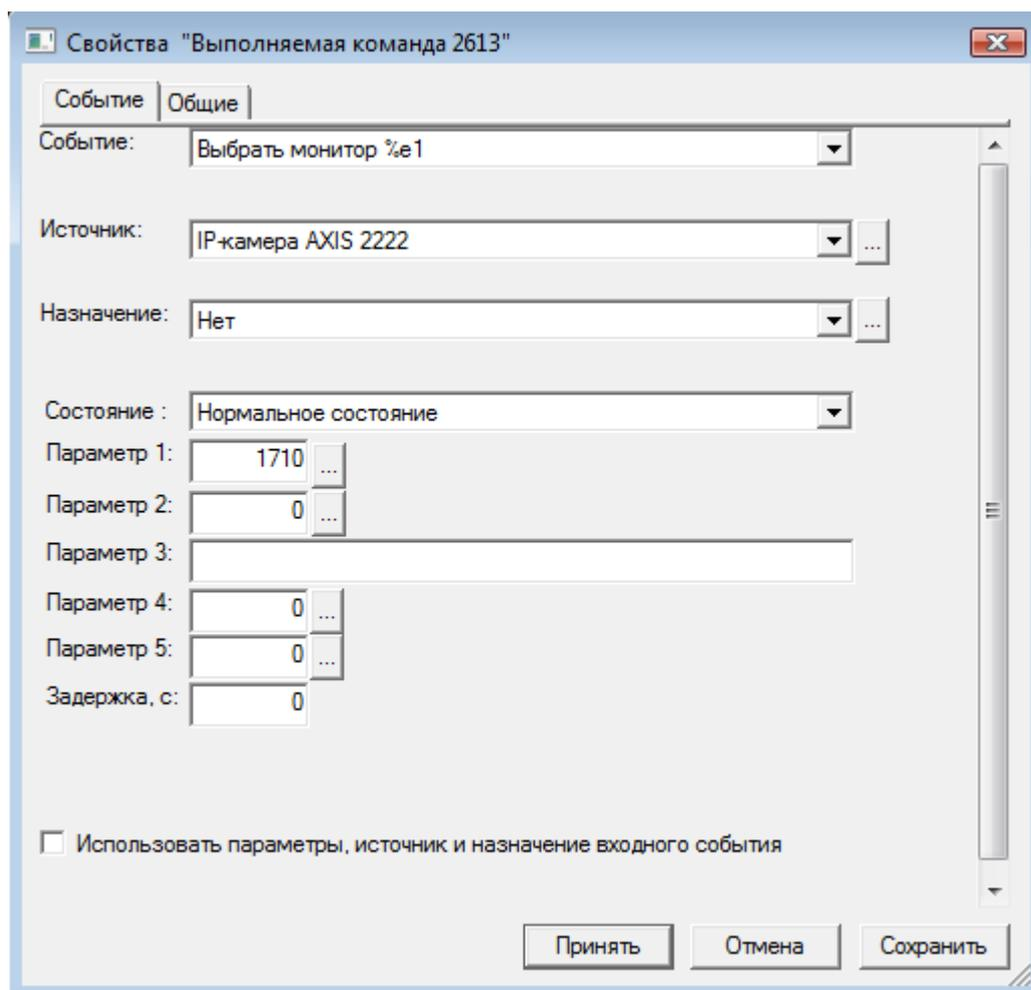

Рисунок 5 — Добавление **Выполняемой команды**
- Для **Выполняемой команды** - в списке **Событие** выберите необходимую команду (рисунок 5). Поля, присутствующие на этой вкладке, аналогичны полям на вкладке **Входного события**. Флаг **Использовать параметры, источник и назначение входного события** позволяет настроить ЗАУ таким образом, что при срабатывании входного условия в систему будет отправлено событие, содержание которого в параметрах **Источник**, **Назначение** и **Параметр 1...5** будет совпадать с **Входным событием**, а описание определяется значением, выбранным в поле **Событие Выполняемой команды**.